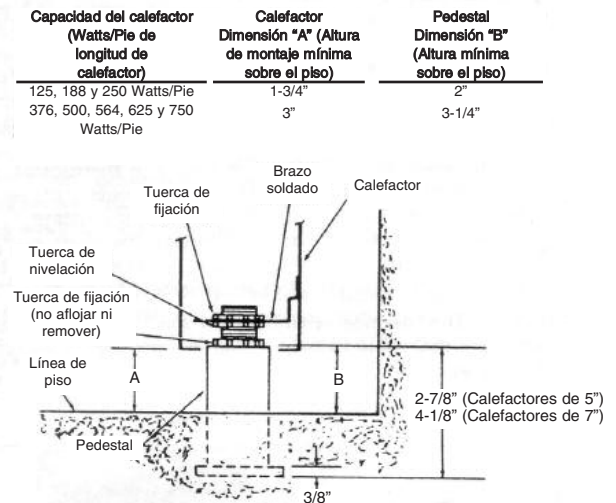
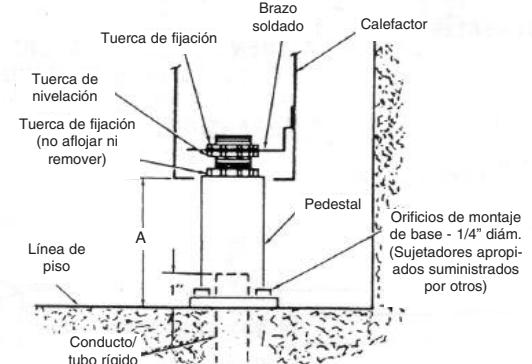

Figura 1a. Pedestal incrustado en piso
Figura 1b. Pedestal montado en superficie
Consulte la Figura 1a. para ver el montaje típico de calefactores y pedestales incrustados en piso; consulte la Figura 1b. para ver pedestales y calefactores montados en superficie.
Cuando una instalación de calefactor debe incrustarse en un piso de concreto nuevo, primero se instalan los pedestales en el concreto, luego se instala el calefactor después que el concreto se haya endurecido. Es indispensable que los pedestales se instalen en perfecta alineación con el fin de lograr la alineación requerida, se recomienda que los pedestales se mantengan en su sitio mediante el uso de plantillas de guía durante el vertido del concreto. Las plantillas de guía deben construirse a partir de tabla de madera de 1" x 4" de buena calidad, según se muestra en la Figura 4. Los pedestales se instalan en las plantillas de guía y luego se posicionan para el vertido del concreto. Debe atornillarse un (1) pedestal de extremo sobre el conducto de pared rígido de modo que, después del vertido del piso acabado, se cumplan los requisitos de altura de montaje indicados en la Figura 1a. (El método de asegurar los pedestales y plantillas de guía en su sitio durante el vertido del concreto es elección del instalador). Después que el concreto se ha endurecido, remueva las plantillas de guía fuera de los pedestales e instale el calefactor según se indica en los pasos siete u ocho.